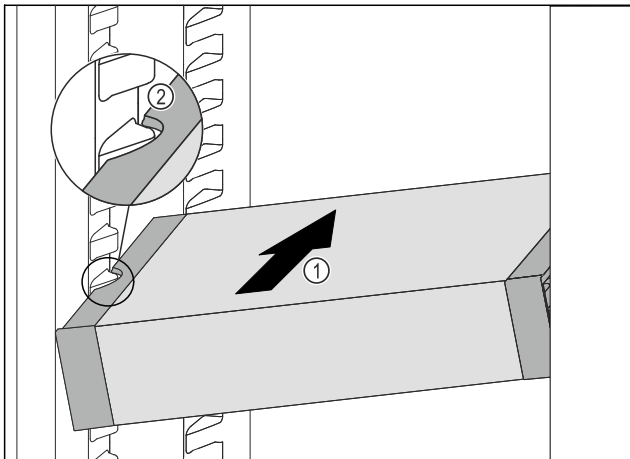

Fig. 73
- Insérer le VarioSafe en biais dans la partie réfrigérateur Fig. 73 (1) jusqu'à ce que les encoches latérales Fig. 73 (2) du VarioSafe se trouvent à la hauteur de la nervure du bac dans la partie réfrigérateur.